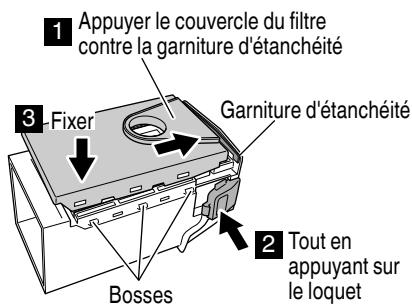

Fig. 18
- (3) Appuyer le couvercle du filtre contre la garniture d'étanchéité de la boîte à poussière. Tout en appuyant sur le loquet, fixer le couvercle du filtre de manière à ce qu'il se place dans les bosses de la boîte à poussière, en veillant à ce que le loquet ne fasse pas obstacle au couvercle du filtre. (Fig. 18)